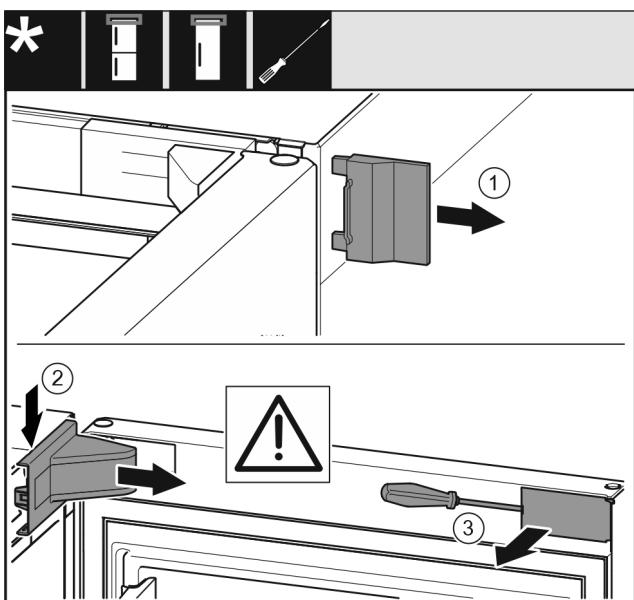

Fig. 8
- Свалете външния капак Fig. 8 (1).
- Освободете и свалете капака на лагерната стойка Fig. 8 (2).
- Освободете капачката Fig. 8 (3) с плоска отвертка и я завъртете настрани.